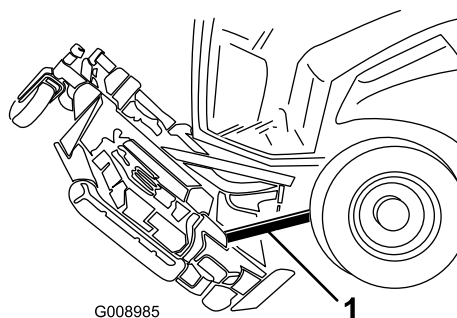

Bild 137
6. Schieben Sie ein Holz zwischen die Rückseite des Mähwerks und die Maschine (Bild 137).